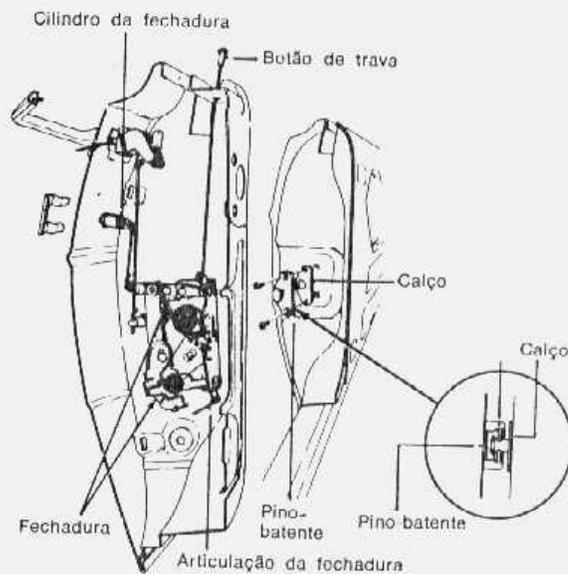

fig. 16 — ajuste do mecanismo de acionamento do vidro da porta dianteira
3. Desligar o tirante de ligação do conjunto da maçaneta interna com a fechadura da porta (fig. 16).